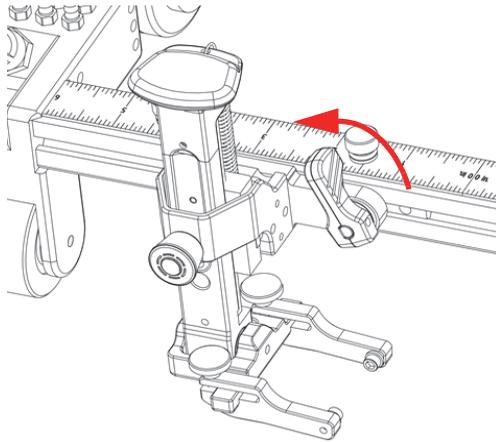

図 2-14 ロック解除された状態のポジションレバー
1. ポジションレバーを反時計回りに回して、プローブホルダーのロックを解除します (44 ページの図 2-14)。